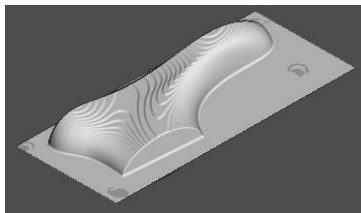

图 4-23 仿真加工结果 2
2) 在“仿真”工具栏的“当前刀具路径”下拉列表中选择要模拟的刀具路径 finish1，然后单击“执行”按钮, 系统开始自动仿真加工，仿真加工结果如图 4-23 所示。